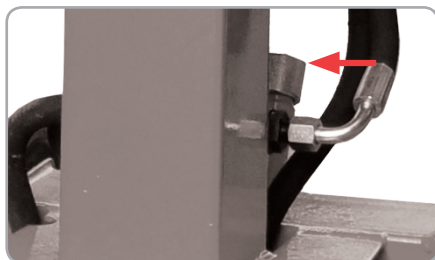

Fig.5
**Aerisirea sistemului hidraulic (fig.5):**